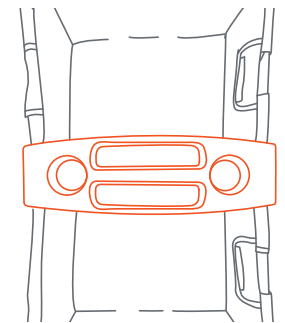

Fig. 6a
- 6) • To install the child tray:** Line up the child tray with the middle of the wagon frame. Push the child tray down until it clicks into place (Fig. 6a). Check to make sure the child tray is secure before using.
- Para instalar la bandeja para niños:** Alinee la bandeja para niños con el centro del marco del vagón. Empuje la bandeja para niños hacia abajo hasta que encaje en su lugar (Fig. 6a). Verifique que la bandeja para niños esté segura antes de usarla.